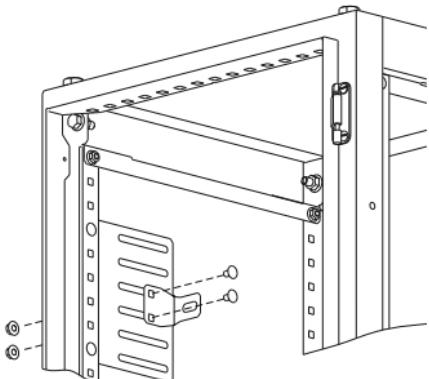

Рисунок 10
8.1.1 Приложите кронштейн к предварительно смонтированной пластине установочной с внутренней стороны корпуса. Вставьте поочереди в квадратные отверстия два болта M6×10 и закрепите гайками M6 (рисунок 10). Момент затяжки 5 Н·м.